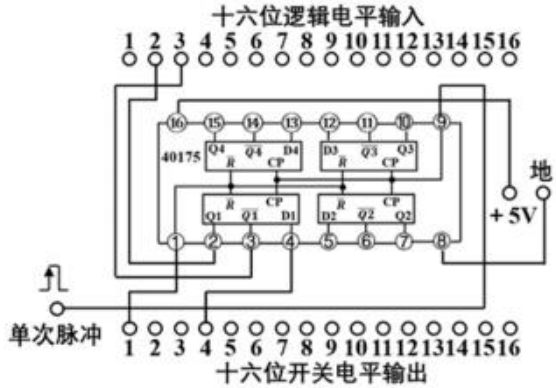

图 7 验证 D 锁存触发器逻辑功能实验电路
⑥关断交流电源开关, 关断直流稳压电源的 5V 电源开关, 拆除所有的连接导线, 拔下 CD4027 集成块。
- ①关断交流电源开关, 关断直流稳压电源的 5V 电源开关。
- ②把 CD40175 集成块插入实验装置上的一个 16 脚集成块插座中, 然后按图 7 所示的实验电路进行线路连接。
- ③对照图 7, 逐一检查每根导线连接是否正确无误且没有遗漏。
④确认线路连接正确无误后, 接通交流电源开关, 接通直流稳压电源的 5V 电源开关。
⑤按表 3 的顺序把十六位开关电平输出中的第 1 位和第 4 位开关依次拨到相应位置, 并按一下单次脉冲冲按钮开关, 同时分步观察十六位逻辑电平输入中的第 2 只和第 3 只发光管的亮灭情况, 把实验结果填入表 3 中。